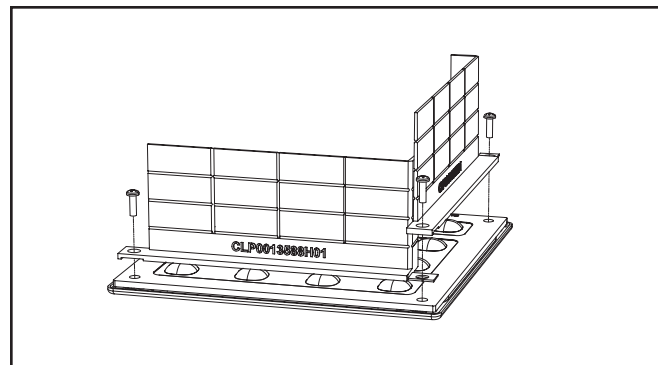

Figure 3.
- Si plusieurs écrans sont nécessaires sur un seul luminaire carré, assurez-vous que les languettes se chevauchent correctement pour assurer une bonne installation (Fig. 3)